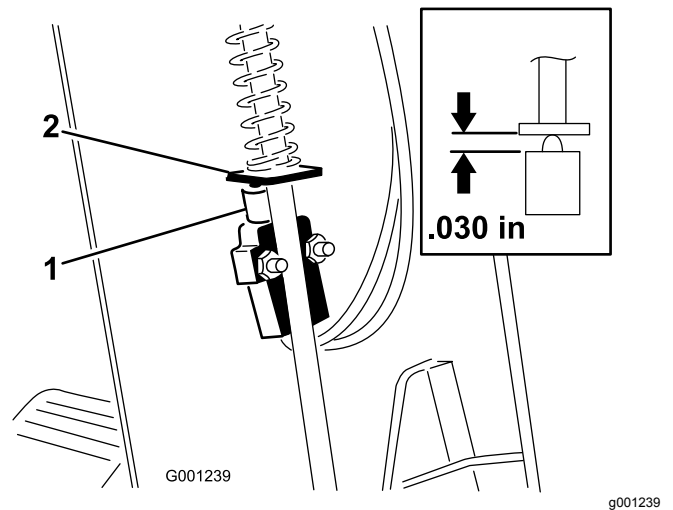

Figura 71
- Faça deslizar a cobertura para cima, ao longo do veio de direção, de modo a expor o interruptor do travão de estacionamento (Figura 71).
- Alinhe a aleta da barra do travão de estacionamento com o êmbolo do interruptor (Figura 71).
- Pressione a barra do travão de estacionamento para baixo e empurre para cima o interruptor até que o comprimento em compressão do êmbolo do interruptor seja de 0,7 mm; consulte Figura 71.